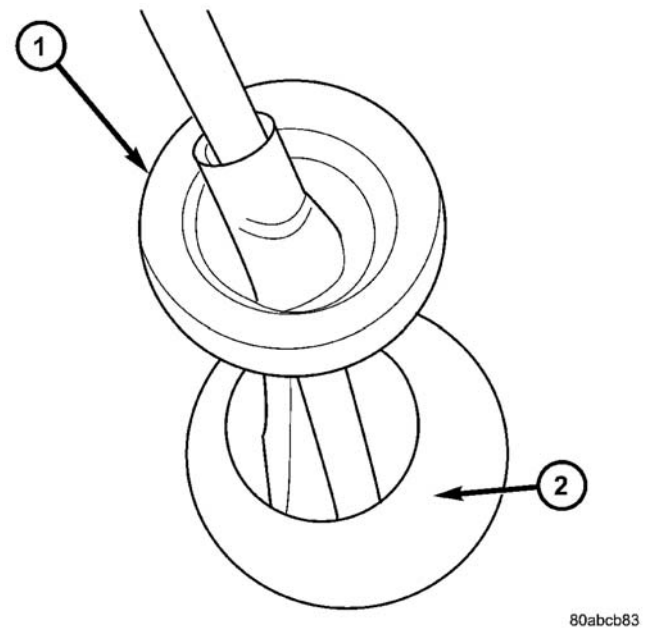

图 218 在前围板的换档拉线/护圈
- (11) 从前围板（图 218）上分离拉线护圈，并从车内拆下换档拉线。